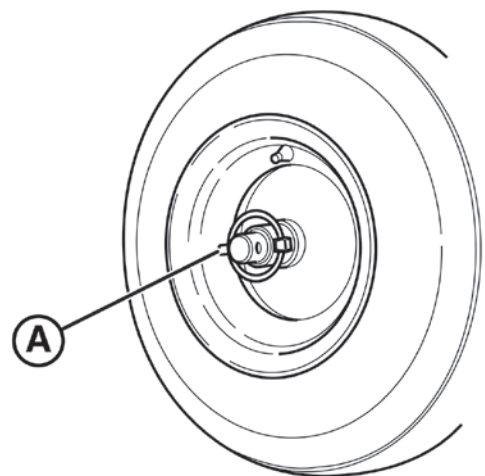

Рис. 16
1. Откройте защелкивающееся кольцо (А, Рис. 16) над ступицей колеса.